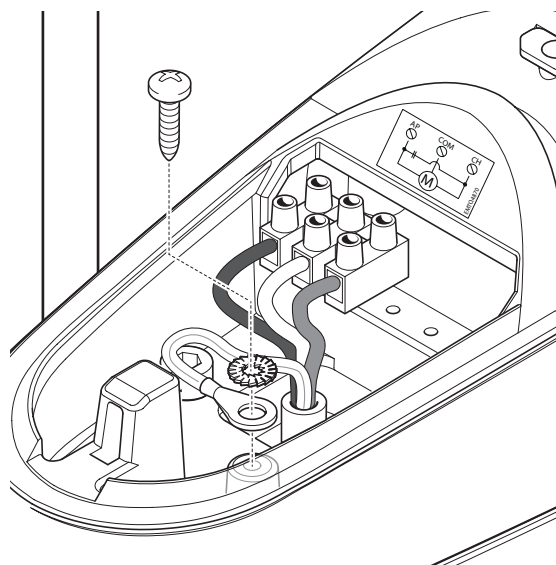

Abb. 15
**03.** Die verschiedenen Drähte und das Kabel der Erdleitung genau so anschließen, wie im Schaltbild von **Abb. 15** gezeigt;